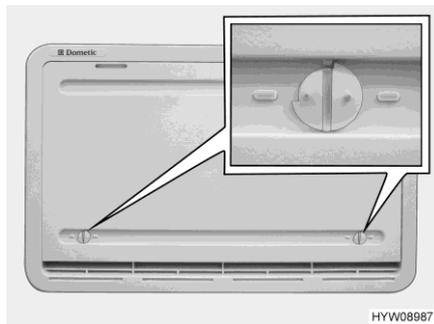

Bild 147 Winterabdeckung
Wenn der Kühlschrank bei niedrigen Außentemperaturen betrieben werden soll, empfiehlt der Hersteller die Verwendung einer Winterabdeckung (Bild 147) für die Kühlschrank-Lüftungsgitter.
- Beide Verriegelungen (Bild 147) öffnen (Nut steht waagrecht).